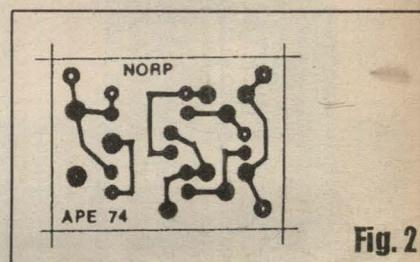

Fig. 2
- FIG. 2 - **LAY OUT DO CIRCUITO IMPRESSO ESPECÍFICO** - Conforme já foi dito e re-dito, a intenção era *miniaturizar* ... Então, nossos *leiautistas* *espremeram* um pouco o arranjo, sem contudo *apertar* a montagem a níveis incompatíveis com as habilidades dos eventuais leitores/hobbystas ainda *começantes*...! O resultando foi (como mostra o diagrama, que traz a face cobreada em tamanho natural...) ao mesmo tempo simples e compacto, com o padrão de ilhas e pistas (em negro, na figura...) muito fácil de copiar, traçar e corroer... Ainda antes da furção final, não esquecer de conferir direitinho os percursos, cientificando-se de que *não* ocorreram *curtos* ou lapsos durante a corrosão... Se tal se deu, ainda é fácil corrigir essas falhas, enquanto os componentes não estiverem colocados e soldados...